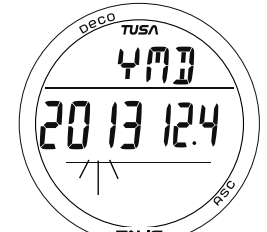

Abb. 15 - DATUM EINSTELLEN
**Einstellen des Datums**, Informationen beinhalten (Abb. 15):